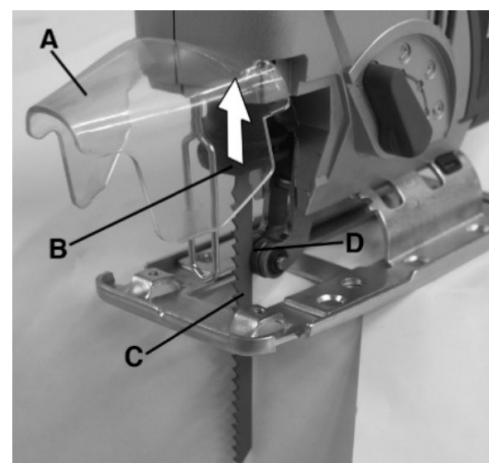

Figure 2
Esta sierra caladora incluye un práctico sistema de cambio rápido de hoja sin herramientas. Para instalar una hoja, primero debe levantar la protección transparente (A) Fig.2 para acceder a la pinza de liberación rápida (B). Con el pulgar, empuje la pinza hacia la sierra caladora. Con los dientes de la hoja hacia adelante, inserte la hoja (C) en la pinza de sujeción hasta el tope. Asegúrese de que el borde posterior de la hoja se apoye contra la guía de rodillos (D). Suelte la pinza (B) y tire de la hoja hasta que la pinza de sujeción encaje y la fije.